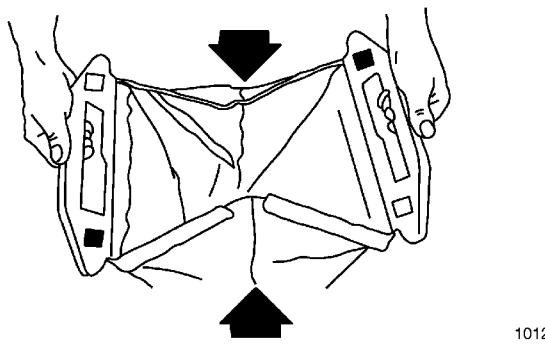

Figure 43
4. Fermer l'arrière du sac en repliant les côtés vers l'intérieur et enclipser les deux moitiés de poignées de sac arrière l'une dans l'autre (Fig. 43).